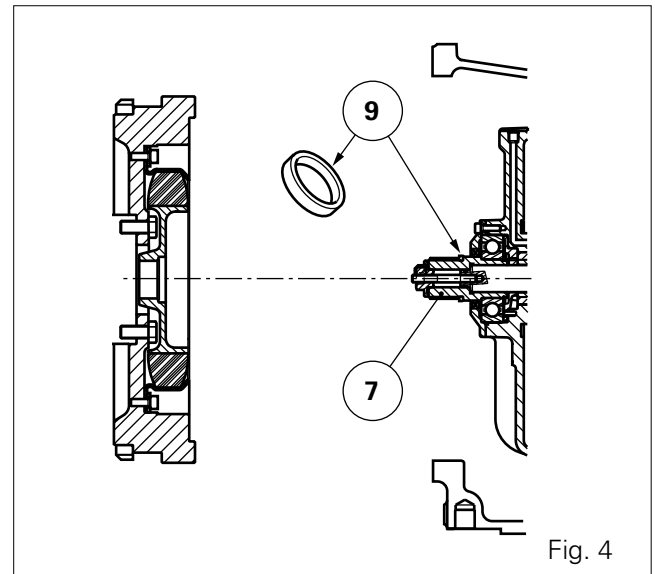
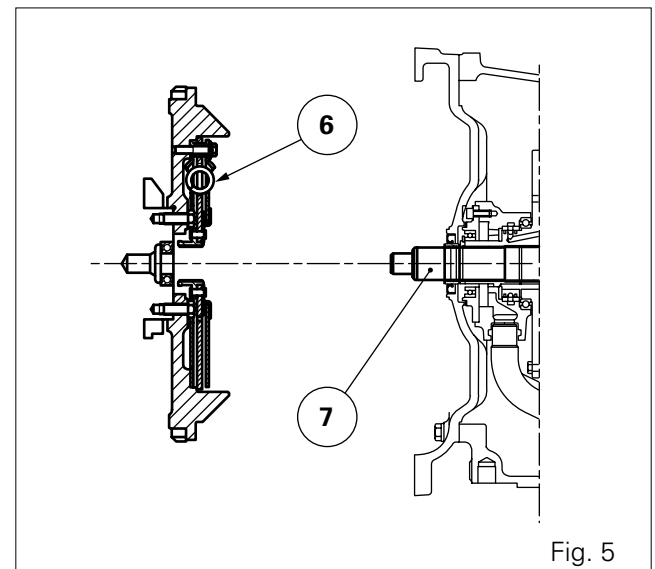

Fig. 4
Fig. 5
Nota : Les tracteurs 6200 avec embrayage Spring loaded sont équipés d'un amortisseur (Fig. 4) qui est différent de l'amortisseur (6) monté sur les tracteurs 6200 avec embrayage Pressure loaded et de ceux équipés de l'inverseur sous couple (Fig. 5)
13. Lubrifier légèrement les cannelures de l'arbre (7) (Fig. 4 et 5) (graisse type GN + Molykote) et glisser la bague (9) sur l'arbre selon la Fig. 4 (tracteurs avec embrayage à engagement mécanique et entretoise entre moteur / boîte de vitesses).
22. Séparer les ensembles (Fig. 4).